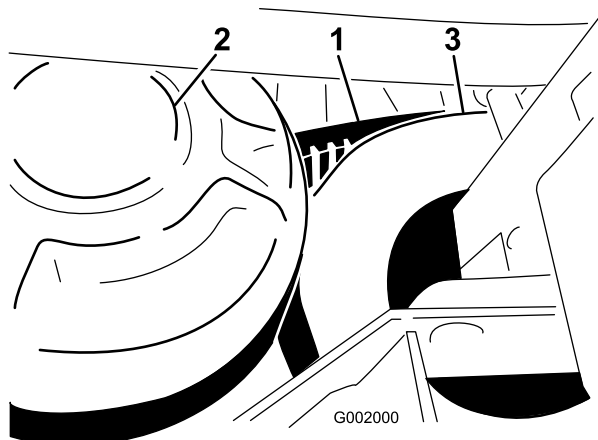

Figure 63
1. Faites tourner la courroie et faites-la passer sur l'embrayage secondaire (Figure 63).